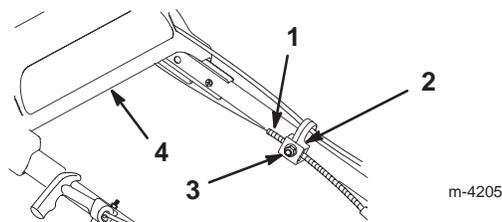

Figure 24
3. Desserrez l'écrou du support de guidage du câble (Fig. 24).
6. Baissez la gaine du câble (vers la tondeuse) pour éliminer le mou du câble (Fig. 24).
7. Tout en maintenant la gaine dans cette position, desserrez le support de transmission et serrez l'écrou sur le support du câble (Fig. 24).